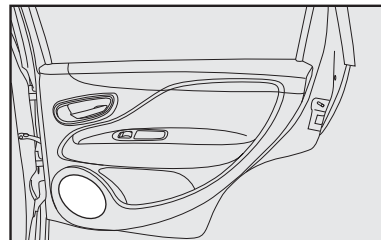

fig. 102
- alto-falantes nas portas traseiras fig. 102.